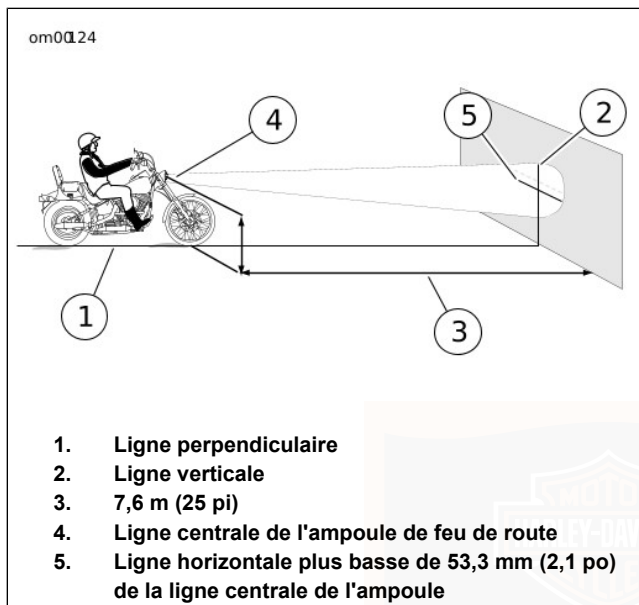

Figure 42. Alignement du phare
*Voir Figure 42. Tracer une ligne perpendiculaire (1) sur le sol. Pour de meilleurs résultats, choisir un endroit peu éclairé.*
4. Tracer une ligne verticale (2) sur le mur.